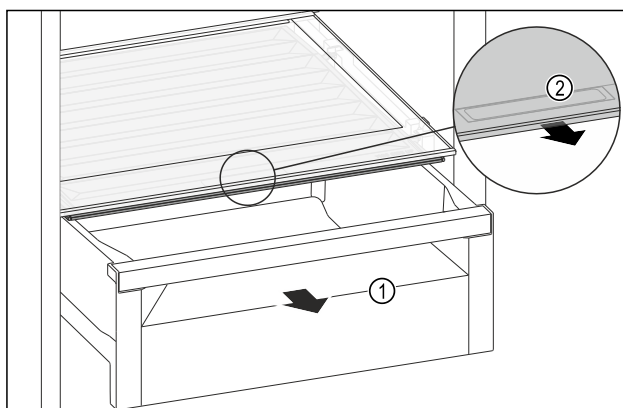

Fig. 146
- ▶ Izvelciet atvilktni Fig. 146 (1).
- ▶ Satveriet nodalījuma vāka roktura padziļinājumu Fig. 146 (2) un vienlaikus pavelciet nodalījuma vāku uz priekšu.